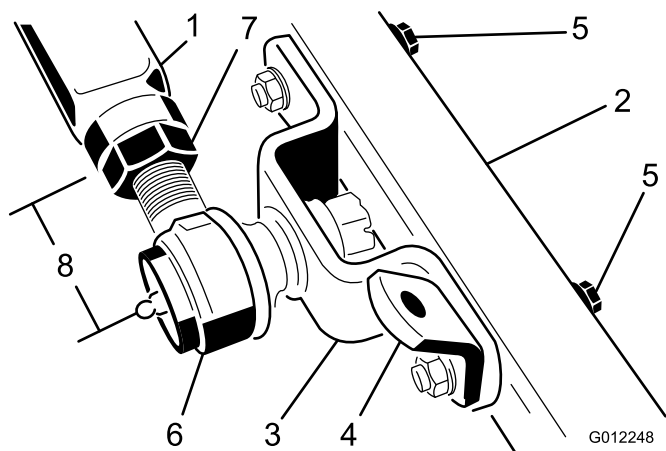

Figura 7
1. Rimuovete 2 viti a testa cilindrica, rondelle piane e dadi flangiati che fissano il supporto del giunto sferico sinistro e la staffa della catena al braccio della ruota orientabile sinistra (Figura 7). Togliete il supporto del giunto sferico e la staffa della catena.
2. Rimuovete la coppiglia e il dado scanalato che fissano il supporto del giunto sferico sinistro al braccio di spinta sinistro sul trattorino. Fissate il supporto del giunto sferico (rimosso dal braccio della ruota orientabile) al braccio di spinta con il dado scanalato e la coppiglia rimossi in precedenza (Figura 7).
3. Misurate la distanza dall'estremità del braccio di spinta sinistro al centro del giunto sferico (raccordo d'ingrassaggio) (Figura 7). La distanza dovrebbe essere di circa 64 mm. Se la distanza non è 64 mm, allentate il controdado che fissa il giunto sferico al braccio di spinta e ruotatelo verso l'interno o l'esterno fino a raggiungere la distanza prevista (Figura 7). Non serrate ancora il controdado.